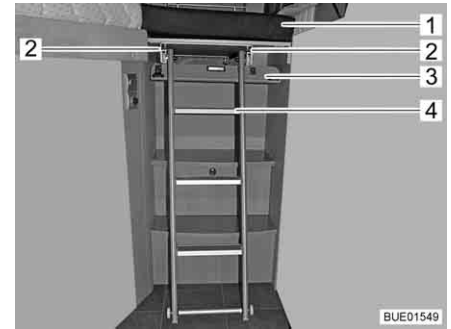

Fig. 119 Ensanchamiento de cama con escalera de ascenso
- Girar el panel (Fig. 119,3) hacia abajo. El panel es retenido por medio de cierres magnéticos.
- Desengatillar la escalera de ascenso (Fig. 119,4) y extraerla un poco de los rieles (Fig. 119,2).
- Colocar el cojín adicional (Fig. 119,1) sobre el ensanchamiento de cama.